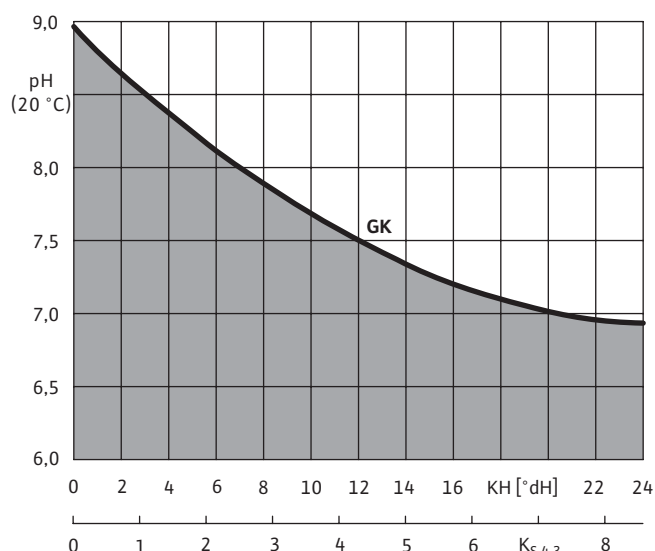

Рис. 1: Подверженность отслоению известковых налетов.
- Подверженность отслоению известковых налетов согласно рис. 1. Основной параметр: показатель pH и карбонатная жесткость или кислотная ёмкость $K_{S\ 4,3}$ перекачиваемой воды.
Накипи вредят процессу перекачки жидкости или препятствуют отводу тепла от мотора. Причиной образования нежелательных отложений может стать повышенная подверженность образованию известкового отложения согласно рис. 1 (жесткая вода, например, железо – примерно 0,2 мг/л или магний – примерно 0,1 мг/л, осадок охры или двуокись марганца).